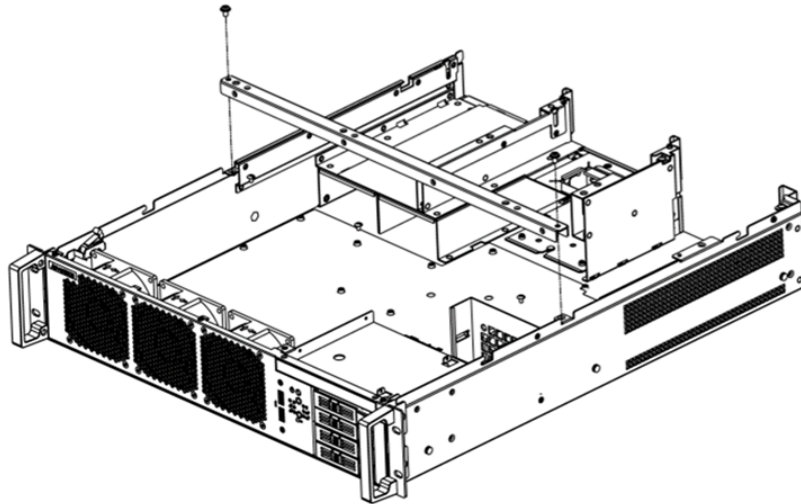

Figure 2.3 Removing the hold-on bar/ 移除档杆 / 移除檔桿
2. Lift up the hold-on bar(see Figure 2.3).
2. 将档杆向上抬起（如图 2.3 所示）。